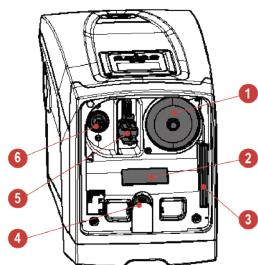

Рисунок 3
- Внутри технического отсека имеется доступ к следующим компонентам (см. Рис.3):
Функцией встроенного расширительного бака не является обеспечение запаса воды таким образом, чтобы уменьшить срабатывания системы (запросы от пользовательского устройства, а не утечки из системы). Можно добавить к установке расширительный бак требуемого объема, подключив его в точке подачи установки (не всасывания). В случае горизонтальной установки можно соединиться с не используемым устьем подачи. При выборе резервуара нужно учитывать, что количество сбрасываемой воды также зависит от параметров SP и RP, задаваемых в системе (пар. 8-9). Расширительный бак заряжен воздухом под давлением, через клапан, находящийся в техническом отсеке (рис.3, пункт 1). Величина предварительной нагрузки, с которой поставляется расширительный бак, соответствует параметрам SP и RP, заданным по умолчанию, и соответствует следующим соотношениям: